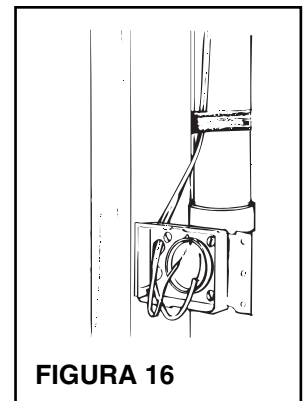

FIGURA 16
14. Véase la Figura 16. Sujete el alambre al entubado con cinta para mantenerlo en su lugar e insértelo por el agujero en la abrazadera del enchufe.